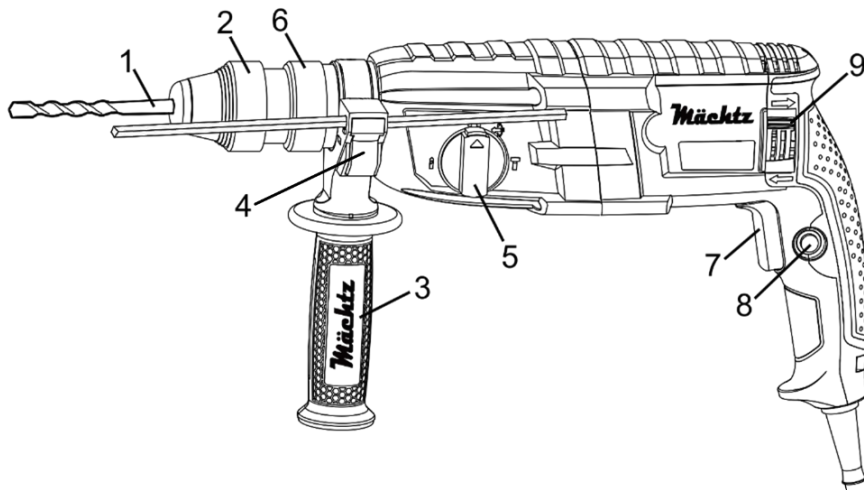

Рисунок 1
3.4 Після встановлення змінного інструменту завжди перевіряйте надійність його кріплення – спробуйте витягти його без відведення кільця патрона. Щоб витягти змінний інструмент з патрона, необхідно відвести кільце патрона у бік передньої рукоятки (3, рисунок 1).
- встановити перемикач (5, рисунок 1) у положення «» (у цьому положенні перемикач не фіксуються);
- встановити перемикач (5, рисунок 1) у положення «» (ударний режим). У цьому положенні відбувається фіксація орієнтації довбального інструменту.
4.2 Виберіть необхідний режим роботи виробу за допомогою перемикача (5, рисунок 1) згідно з таблицею 1. При необхідності використання виробу в режимі свердління встановіть швидкозатискний свердильний патрон з комплекту постачання.
4.3 Для ввімкнення виробу натисніть на пускову клавішу (7, рисунок 1) із зусиллям, необхідним для досягнення відповідної швидкості обертання патрона. Для вимкнення виробу достатньо відпустити пускову клавішу.